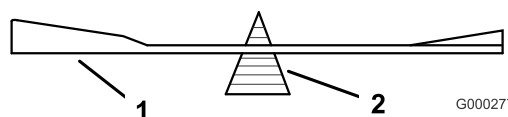
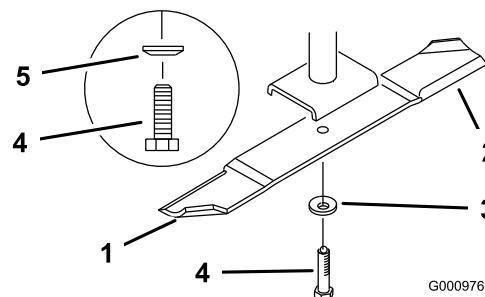

Bild 82
Bild 83
2. Entfernen Sie die Messerschraube, Federscheibe und das Messer von der Spindelwelle (Bild 83).
2. Überprüfen Sie die Auswuchtung des Schnittmessers auf einer Ausgleichsmaschine (Bild 82). Wenn das Schnittmesser in seiner horizontalen Position bleibt, ist es ausgewuchtet und kann wiederverwendet werden. Feilen Sie, wenn das Schnittmesser nicht ausgewuchtet ist, vom Flügelbereich des Messers etwas Metall ab (Bild 83). Wiederholen Sie diesen Vorgang, bis das Messer ausgewuchtet ist.
1. Setzen Sie das Messer auf die Spindelwelle (Bild 83).
2. Setzen Sie die Federscheibe und die Messerschraube ein. Der Konus der Federscheibe muss bei der Installation in Richtung Schraubenkopf zeigen (Bild 83). Ziehen Sie die Messerschraube mit 115 bis 149 Nm an.